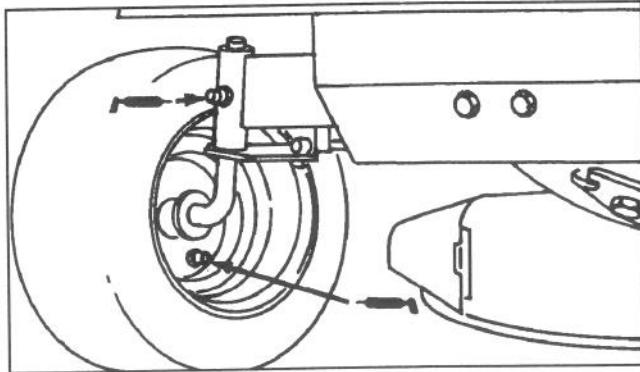

Abbildung 12
1. Die Schmiernippel (4) an den Achsen und Rädern mit einem sauberen Lappen abwischen (Abb. 12). Wenn Lack an der Vorderseite der Nippel vorzufinden ist, diesen abkratzen.
2. Beide Vorderachsen mit Nr. 2 Allzweckfett abschmieren (Abb. 12). Solange Fett einpressen, bis es aus den Achsen hervordringt. Überflüssiges Fett abwischen.
3. Beide Vorderachsen mit Nr. 2 Allzweckschmierfett abschmieren (Abb. 12). Die Fettresse solange betätigen, bis Fett zum Vorschein kommt. Überflüssiges Fett abwischen.